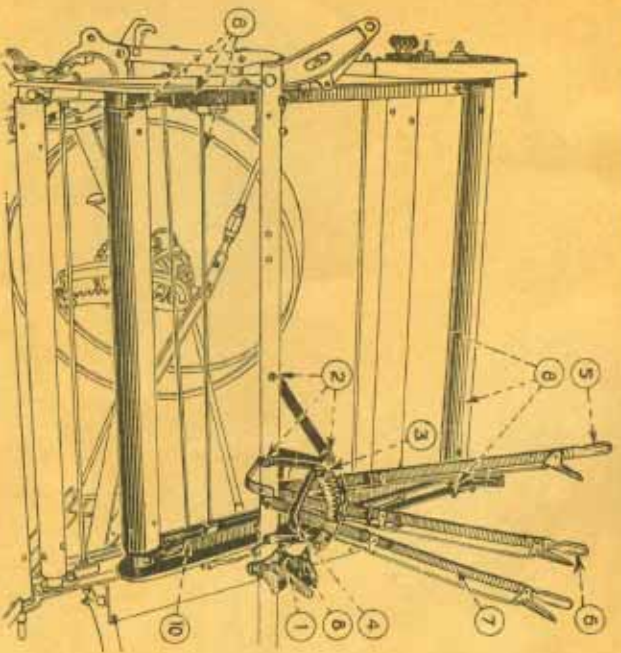

Abbildung Nr. 13.
8. Setze alsdann den oberen Elevator komplett mit Führungen, Rollen (mit je einer der angeordneten Scheiben vorne und hinten zwischen Rollen und Lagerbuchsen) und Verbindungsstangen zusammen, wie in Abbildung Nr. 13 dargestellt. Das obere hintere Lager (B 3422) befindet sich im Werkzeugkasten.